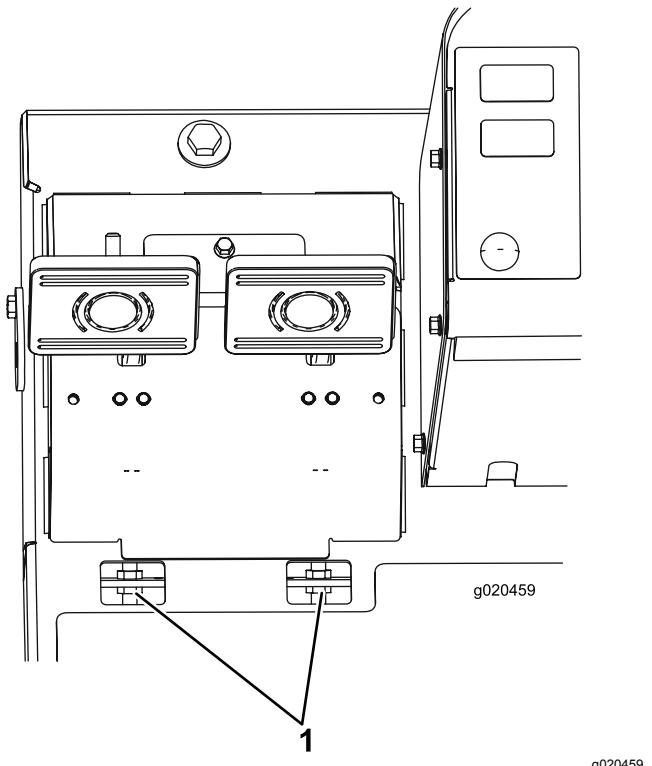

Figura 99
- B. Afloje la tuerca delantera del extremo roscado del cable de freno (Figura 99).